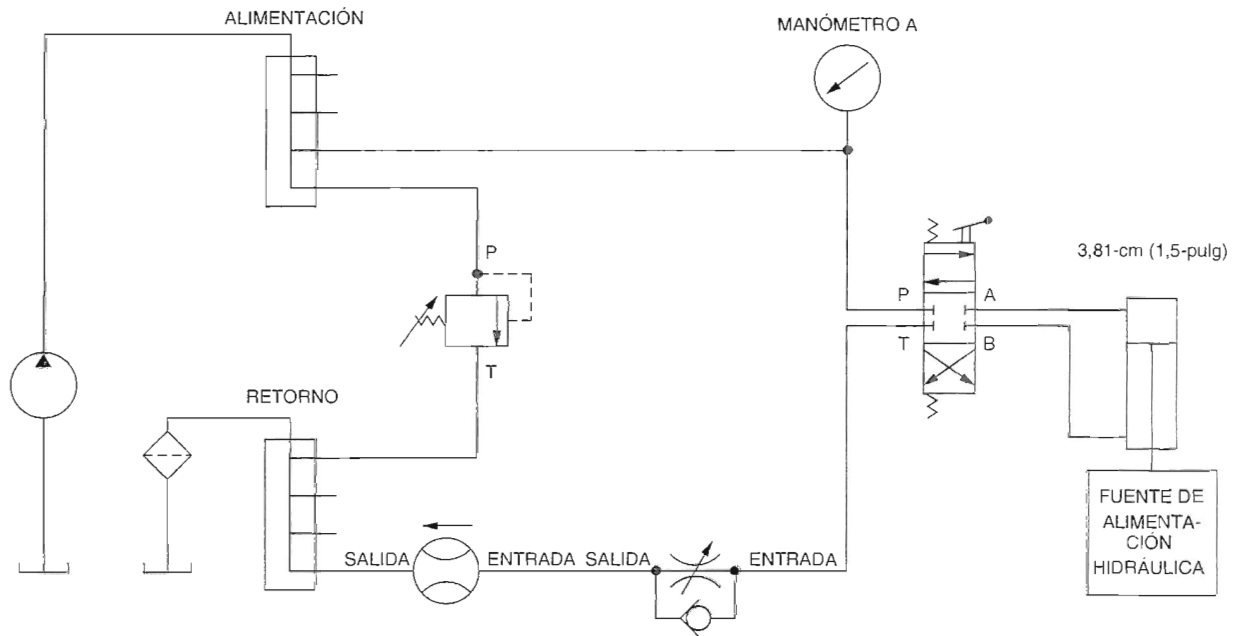

Figura 3-5. Circuito para determinar el efecto de control direccional, control de presión y control de flujo en la operación del cilindro.
- ☐ 5. Conecte el circuito utilizado para levantar la fuente de alimentación hidráulica mostrado en la Figura 3-5. Observe que el mismo circuito será usado en todas las partes del ejercicio.
- ☐ 19. Cambie las mangueras conectadas al cilindro, de manera que obtenga el circuito mostrado en la Figura 3-5, luego continúe a la siguiente parte del ejercicio.